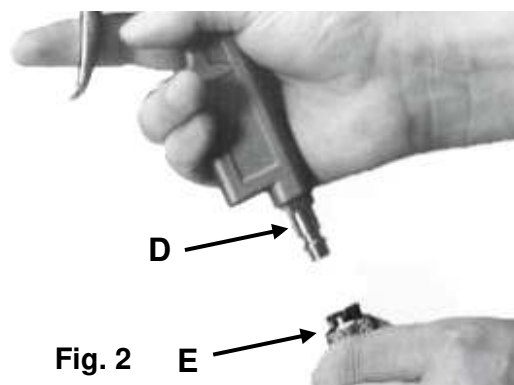

Fig. 2
3. Ahora conecte la boquilla de aire comprimido **D** de la pistola de soplado con el acoplamiento de aire comprimido **E** en el otro extremo de la manguera (Fig.2).